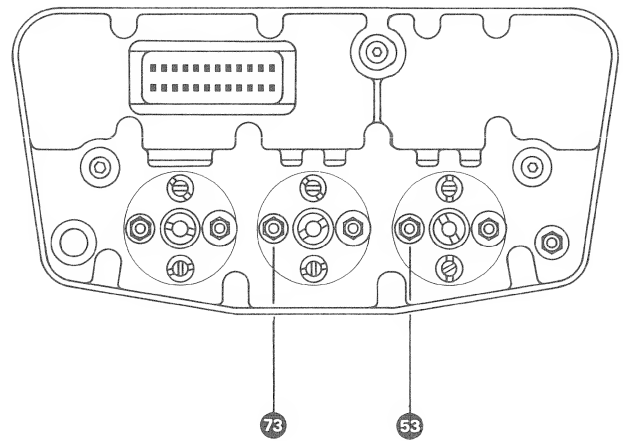

Fig. 7.4.—6
8. Mit Mutter **73** (Fig. 7.4.-6.) Aufnahmehauptkopf auf maximalen Ausgangspegel einjustieren. (Anzeigeverzögerung beachten, deshalb besonders langsam einstellen).